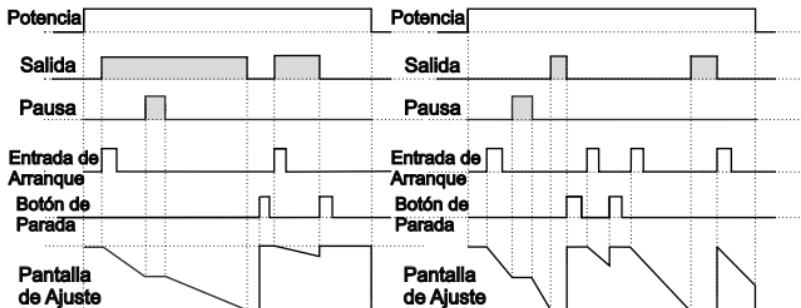

Figura 2.1
2.1.1 Si Conteo Descendente ***DEct*** = 1 y ***outF*** es ***0-n***, el diagrama de control se muestra la figura 2.1.